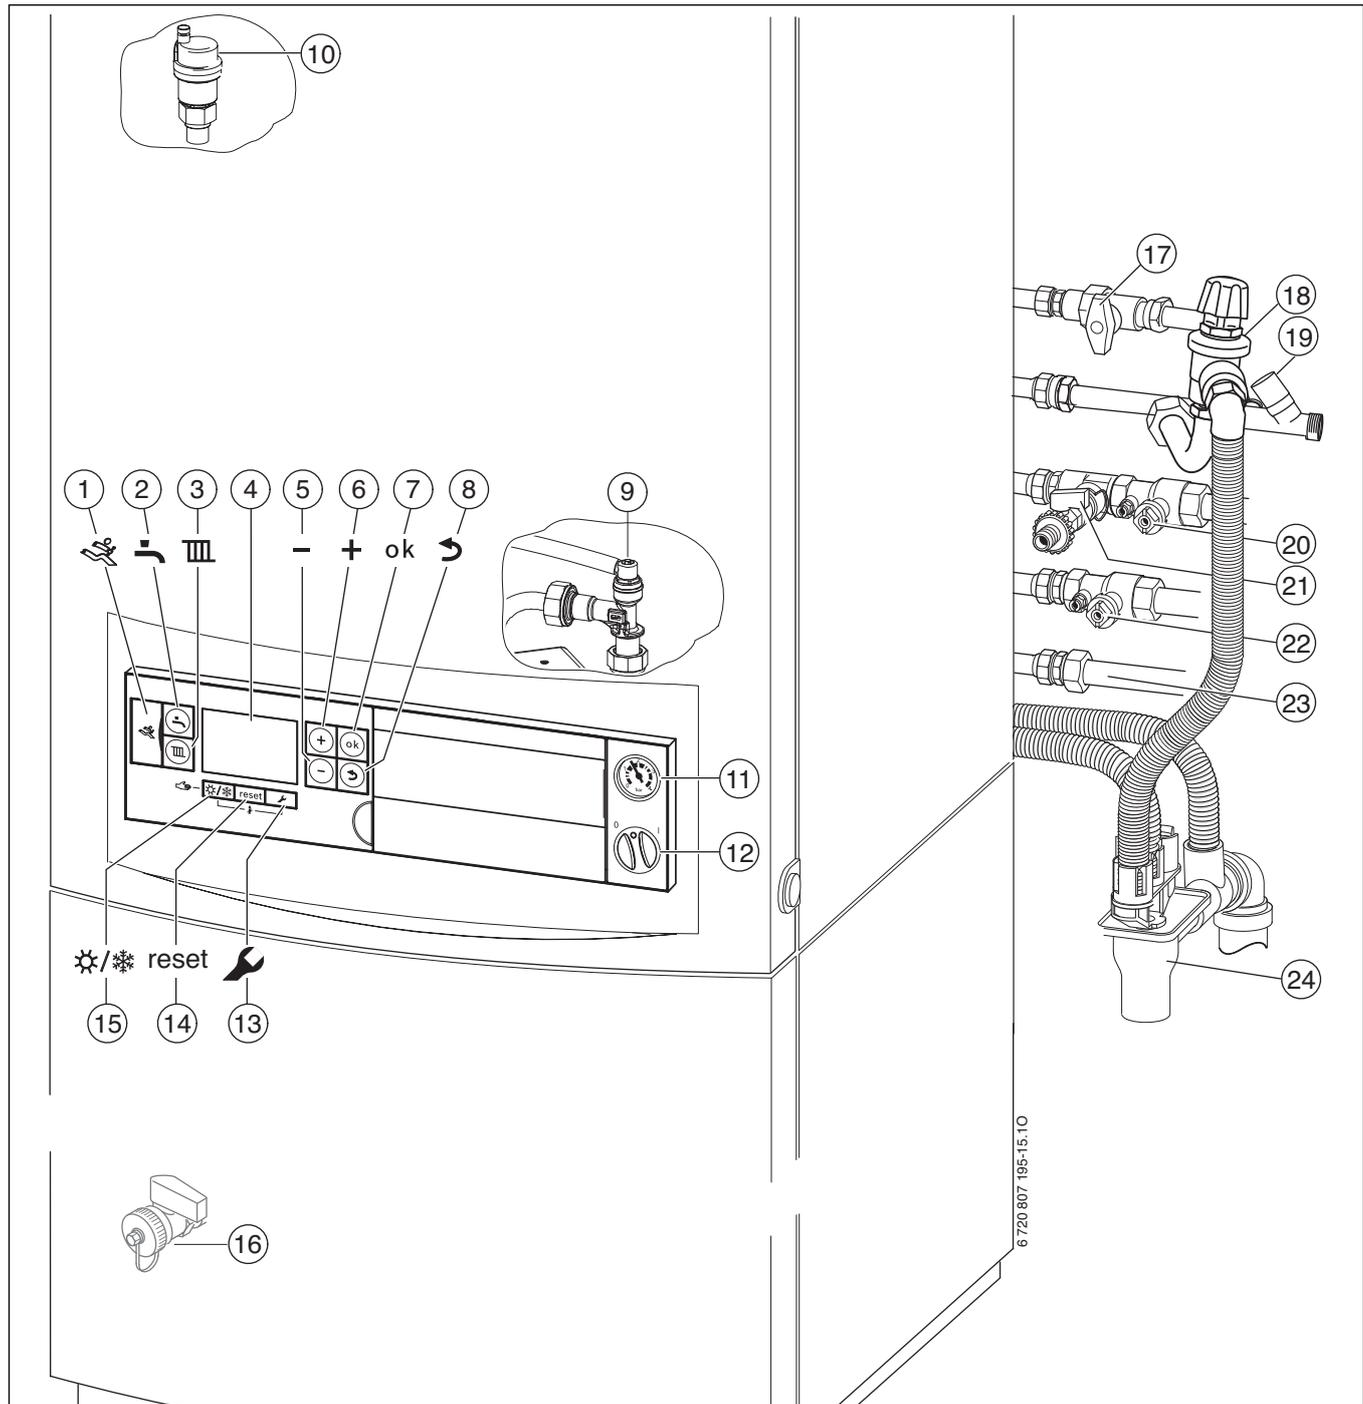

Bild 77
- ▶ Heizungsvorlaufhahn und Heizungsrücklaufhahn (→ Bild 77, [21] und [23]) öffnen.
- ▶ Automatischen Entlüfter öffnen (offen lassen) (→ Bild 77, [10], Seite 42).